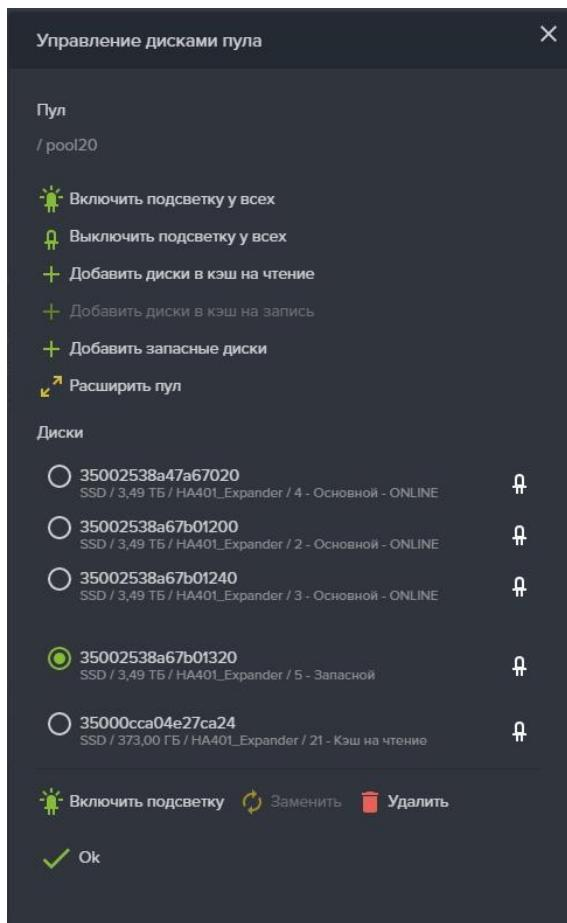

Рисунок 58. Удаление из пула запасного диска.
4. В списке выберите запасной диск, для его удаления (см. Рисунок 58);